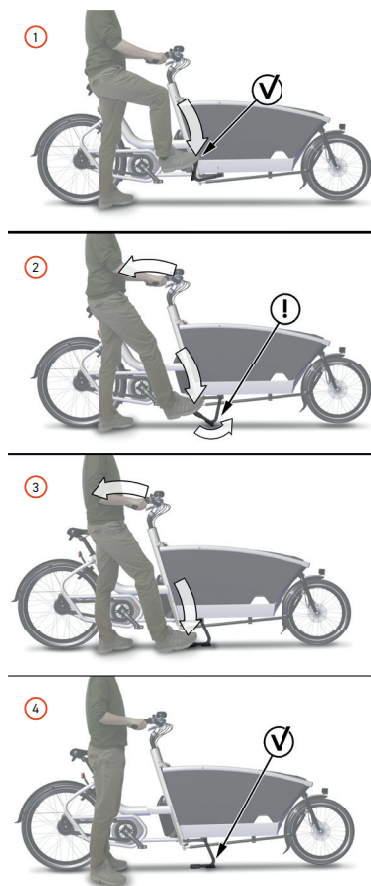

Abbildung 25 : Abstützen des Fahrrads auf dem Ständer
3. Halten Sie die Griffe **115** – eine Hand auf jedem Griff (siehe Schritt 1 in Abbildung 25) – und drücken Sie das Ende des Ständers **14** mit Ihrem Fuß nach unten (siehe Schritt 2 in Abbildung 25). Ziehen Sie das Fahrrad gleichzeitig mit einer
Hand auf jedem Griff nach hinten (siehe Schritt 3 in Abbildung 25).